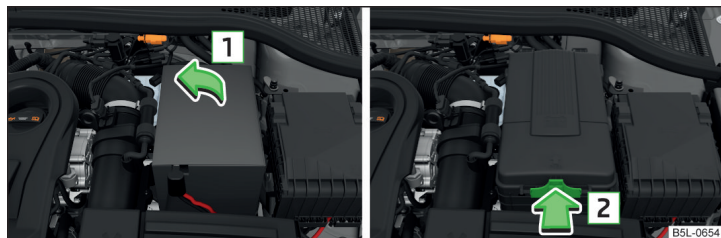

Fig. 155 Vano motor: Cubierta de poliéster de la batería del vehículo/cubierta de plástico de la batería del vehículo
La batería se encuentra en el vano motor, en algunos equipos debajo de una cubierta de poliéster » fig. 155.
- Abra la cubierta de la batería en la dirección de la flecha **1** o presione el enclavamiento en el lado de la cubierta de la batería en la dirección de la flecha **2**, levante la cubierta y retírela » fig. 155.